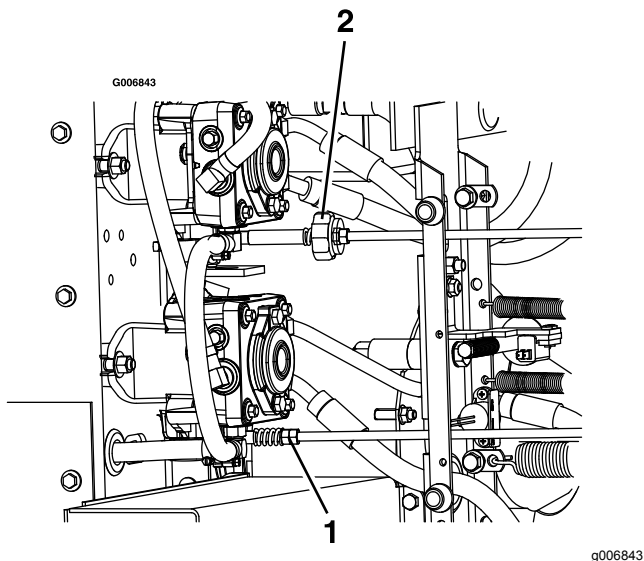

Bild 66
9. Stellen Sie zum Erhalten der NEUTRAL-Stellung die Gestänge der linken und rechten Pumpensteuerstange ein, die die Lenksteuerung mit den Pumpensteuerarmen verbindet, bis die Räder anhalten oder leicht rückwärts kriechen (Bild 66).
11. Drehen Sie die doppelten Muttern am Bauteil mit einem Schraubenschlüssel, um das rechte Pumpengestänge einzustellen (Bild 66).